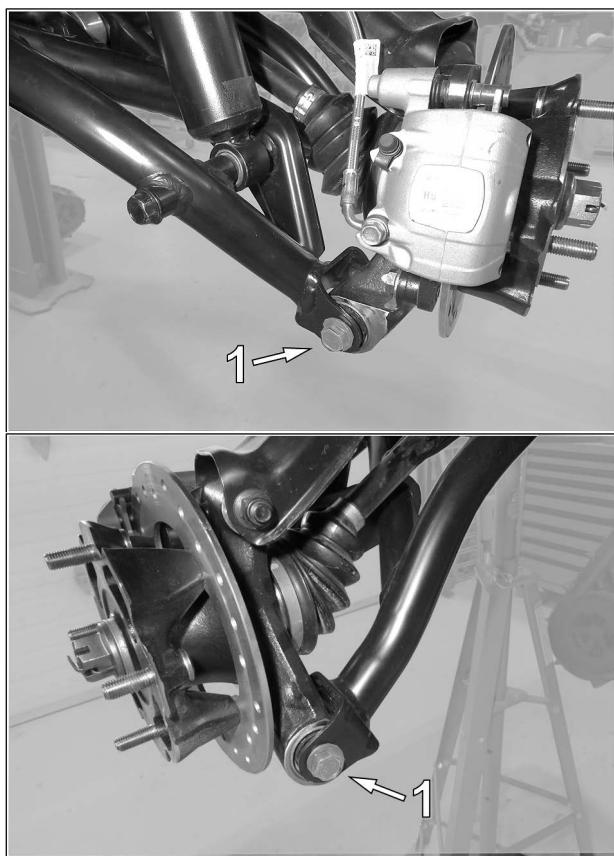

Fig. 4
- Dévisser les deux boulons (1) qui relie le bras inférieur de suspension au moyeu de roue. Voir la Fig. 4